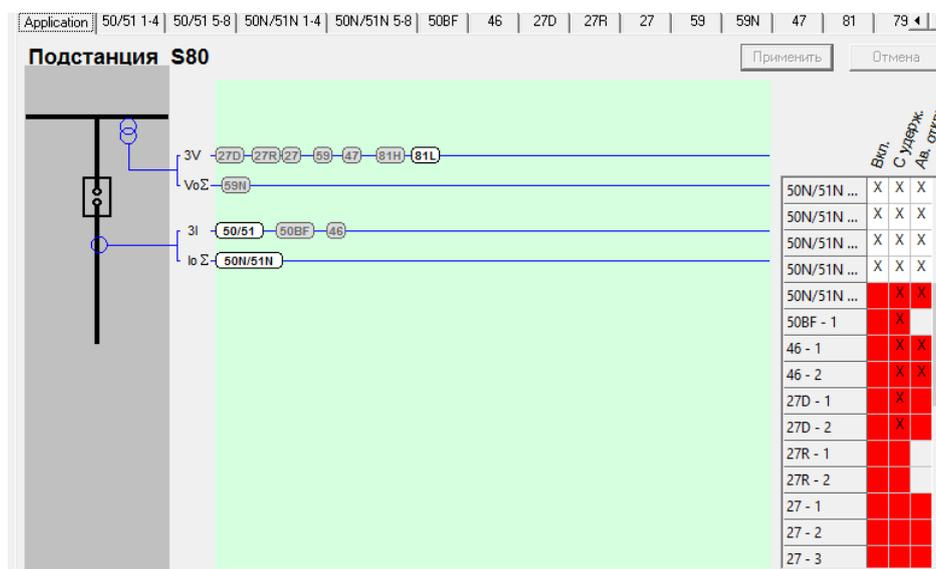

Рис. 5.26. Окно настройки типов защит
- Также для 80-й серии в разделе параметрирования защит предусмотрена вкладка, на которой более наглядно (в виде схемы рис. 5.26) представлены введенные в работу защиты.